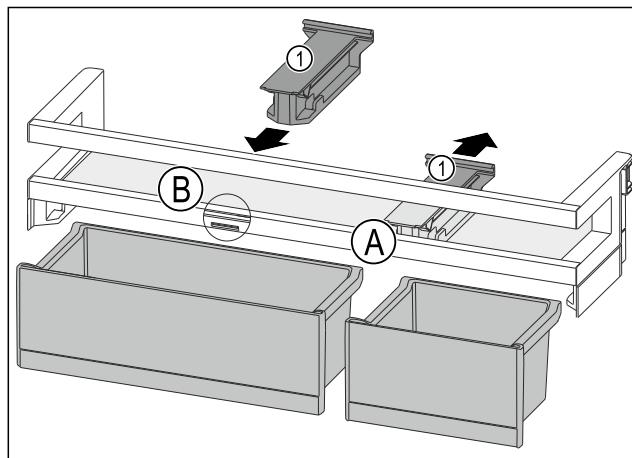

Fig. 93
- ▶ 将定位件 Fig. 93 (1)向后拉至位置 Fig. 93 (A)。
- ▶ 将定位件 Fig. 93 (1)插入至位置 Fig. 93 (B)。